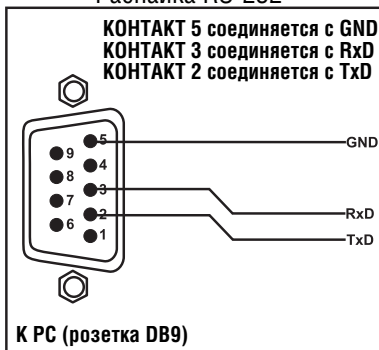

Рис. 6: Распайка соединителя RS-232
- Кабель RS-232 с 9-контактным разъемом типа D-sub одной стороной к ноутбуку, а другой стороной — с 3-контактным соединителем блока съемных клемм порта RS-232 на **TP-125** (см. рис. 6 и таблицу 5).
- Кабель RS-232 одной стороной — к 3-контактному соединителю блока съемных клемм порта RS-232 на **TP-126** (см. рис. 6 и таблицу 5), а другой стороной — с 9-контактным разъемом типа D-sub — к порту RS-232 на аудиовизуальной системе отображения.
Подготовьте кабель RS-232 с 9-контактным разъемом типа D-sub с одной стороны и 3-контактным соединителем для блока съемных клемм с другой в соответствии с таблицей 5 и рис. 6: